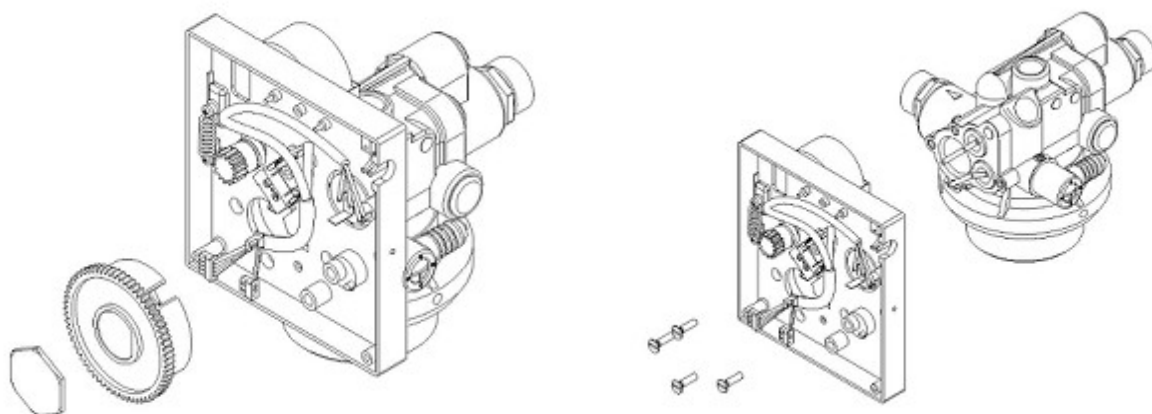

Fig. 20
- Slabiti cele 4 suruburi care inchid caseta timer-ului la corpul valvei (v.fig. 20 de mai jos).